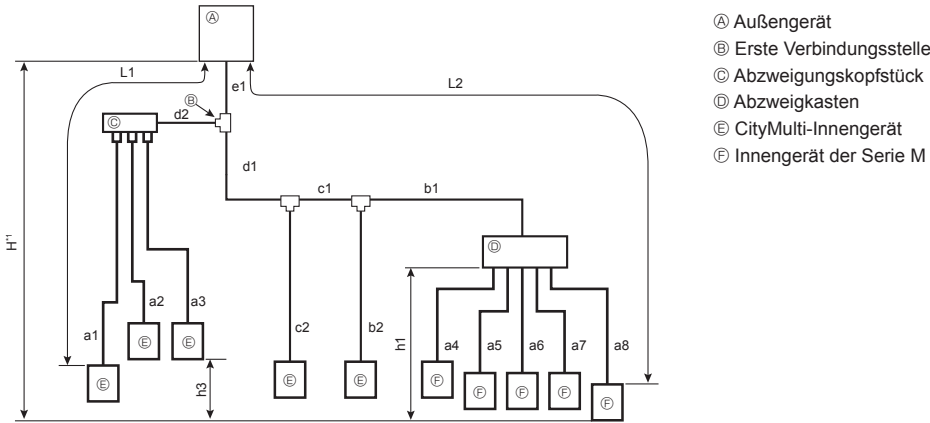

Fig. 4-6 (a)
4.1.3. Mischsystem (City Multi-Innengeräte und Innengeräte der Serien M (Verbindung über Abzweigkasten)) (Fig. 4-6)